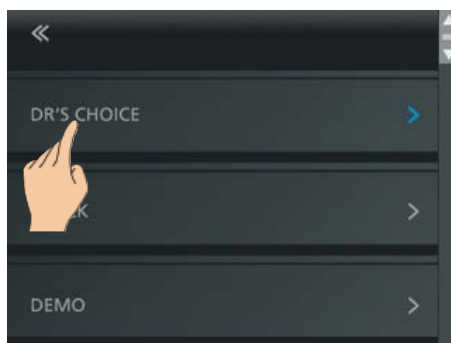

Рис. 21. Выбор опции DR'S CHOICE
- Войдите в меню настроек и выберите опцию DR'S CHOICE (рис. 21).